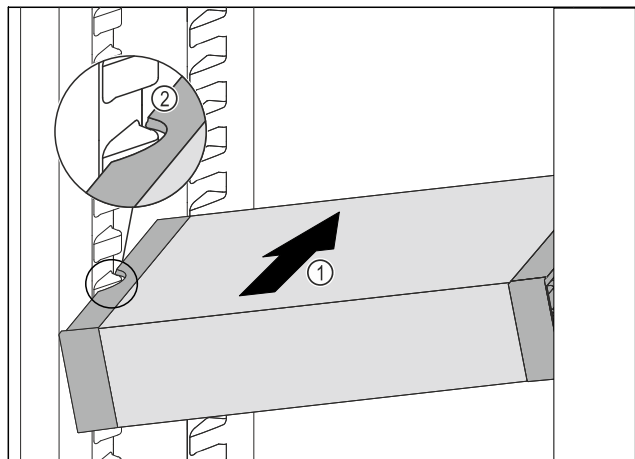

Fig. 110
- VarioSafe schräg in das Kühlteil einschieben Fig. 110 (1), bis sich die seitlichen Aussparungen Fig. 110 (2) des VarioSafes auf Höhe der Behälterrippe im Kühlteil befinden.